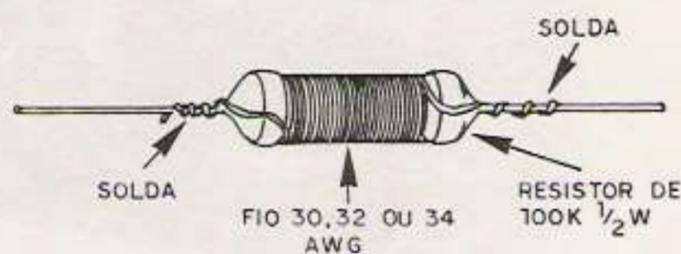

FIGURA 4
8. Choque de RF. Este é outro componente que deve ser feito pelo leitor. Conforme mostra a figura 4 este componente é obtido com um resistor de 100k x 1/2W no qual se enrolam de 40 à 60 voltas de fio esmaltado fino. As pontas do fio são descascadas e soldadas nos terminais dos resistores.
5. Solde o choque de RF (XRF - veja pormenores de sua construção na figura 4) tomando cuidado para que seus terminais só fiquem em contacto com a ponte.